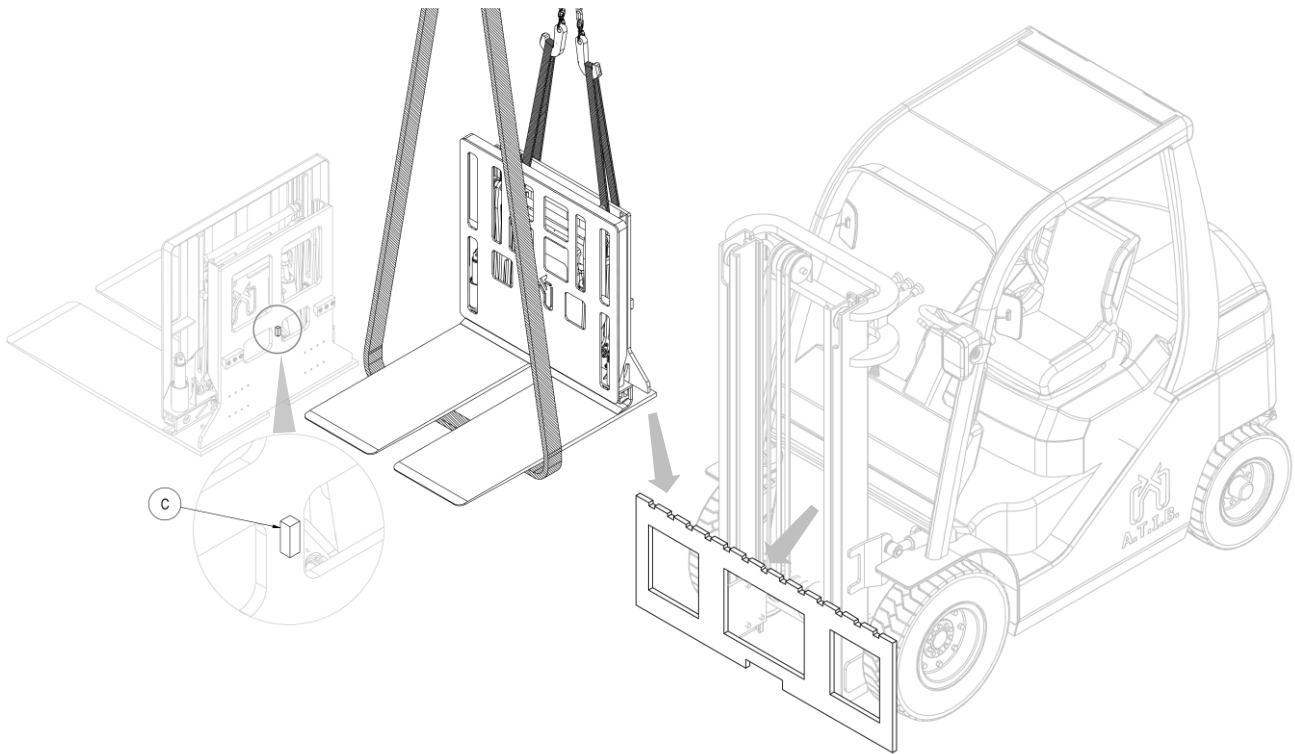

Figura 3
6. Con un carrozzone o un paranco di portata sufficiente posizionare l'attrezzatura sulla piastra porta forche, avendo cura di incastrare il dente di centraggio **C** nella tacca centrale della stessa (vedi *Figura 3*).